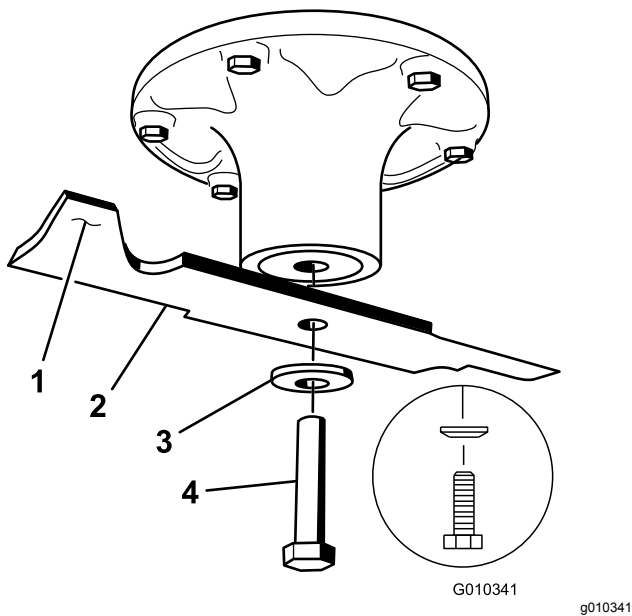

Figura 79
2. Retire del eje el perno de la cuchilla, la arandela curva y la cuchilla (Figura 79).